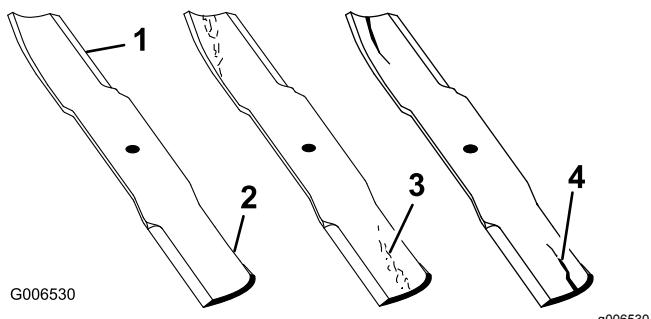

Figura 53
1. Inspeccione los filos de corte (Figura 53).
2. Inspeccione las cuchillas, especialmente la parte curva (Figura 53).
**Nota:** Si observa daños, desgaste o la formación de una ranura en esta zona (Figura 53), instale inmediatamente una cuchilla nueva.